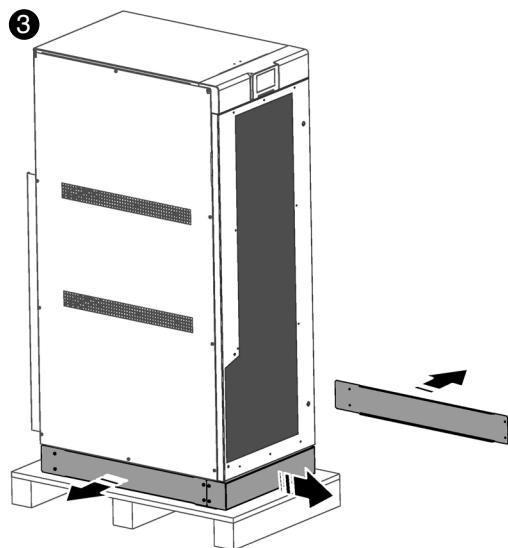

Fig. 30. Retrait des supports de base.
- 3 Retirez les supports de base pour exposer les 4 pieds afin de libérer l'équipement de la palette (*Fig. 30*).